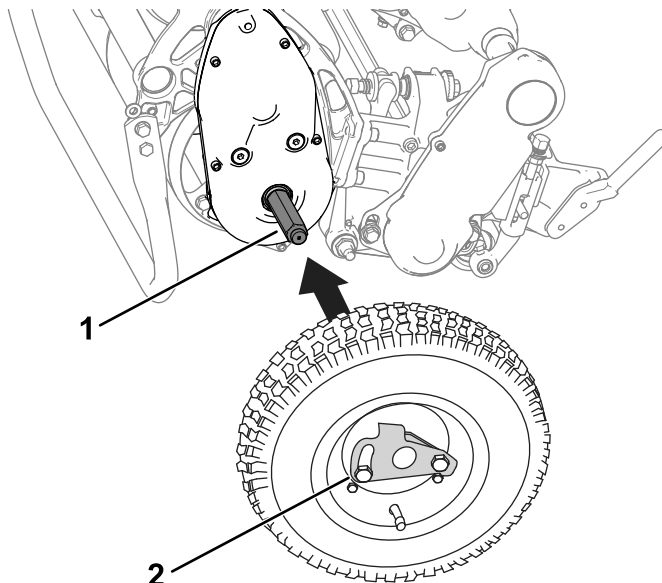

Figure 21
2. Glissez une roue sur un arbre (Figure 21).
3. Faites pivoter le clip de verrouillage (Figure 21) pour l'éloigner du centre de la roue et lui permettre de coulisser plus avant sur l'arbre.